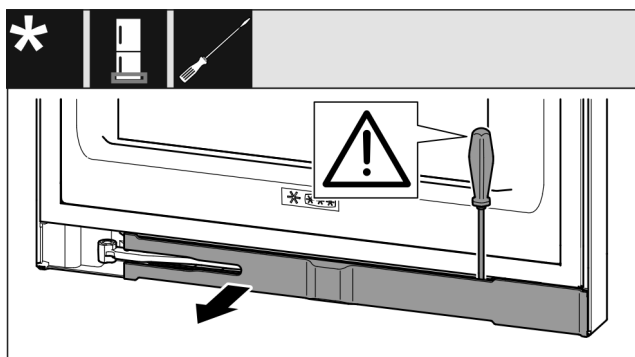

Fig. 13
- ▶ Ξεκουμπώστε το διακοσμητικό κάλυμμα με ίσιο κατσαβίδι και παραμερίστε το προς το πλάι Fig. 13 ().